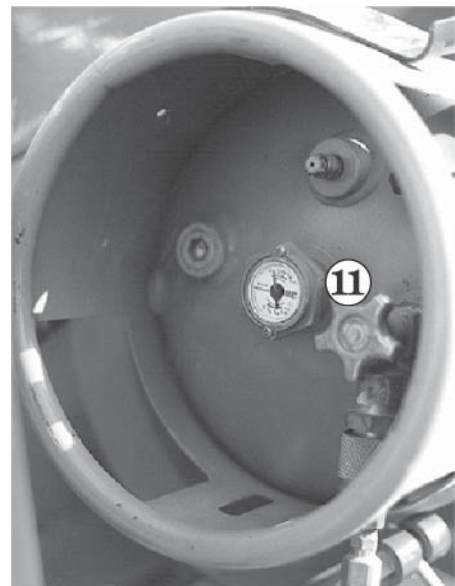

Abb. 10.4
3. **(Option – LPG) Für Maschinen mit LPG-System:** Das Ventil **11** (siehe Abb. 10.4) am Flüssiggasbehälter schließen (ganz hineindreihen).